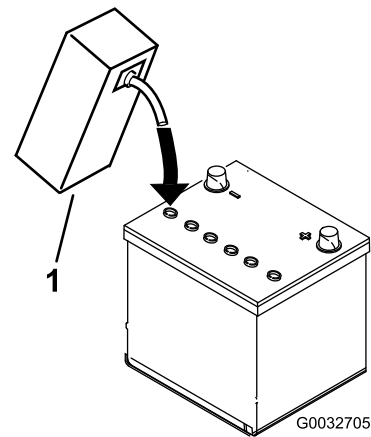

Bild 8
3. Füllen Sie vorsichtig Elektrolyt in jede Zelle ein, bis die Platten ungefähr mit 6 mm Flüssigkeit bedeckt sind (Bild 8).
4. Lassen Sie die Elektrolytflüssigkeit für 20 bis 30 Minuten in die Platten durchtränken. Füllen Sie nach Bedarf auf, um den Elektrolytstand auf ungefähr 6 mm unter den Einfüllstutzen anzuheben (Bild 8).